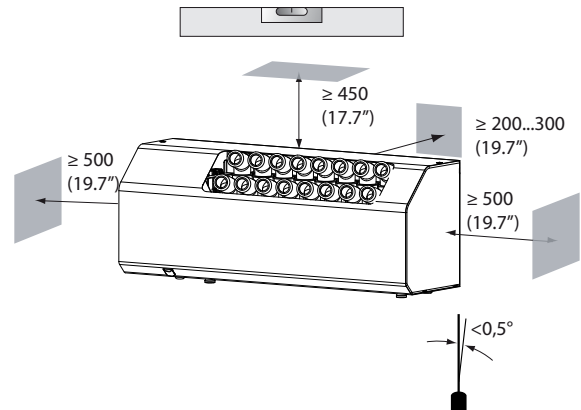

Fig. 1.b
- Placera befuktaren horisontellt med hjälp av ett vattenpass. Observera min. utrymmena (fig. 1.b) för att säkerställa tilluftsflödet och kunna utföra nödvändiga underhållsgrepp.